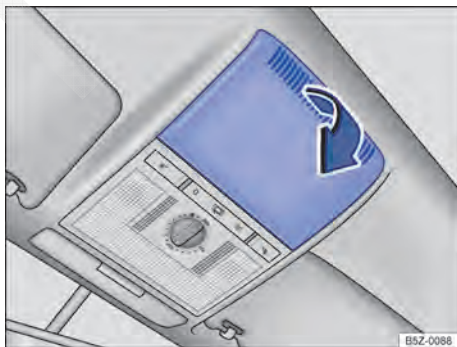

Fig. 154 No revestimento do teto: remover a cobertura. ▶
- Remover a cobertura no sentido da seta → Fig. 154.